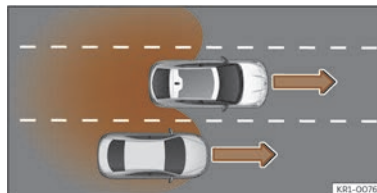

Abb. 137 Überholen auf der mittleren Spur und anschließender Wechsel auf die rechte Fahrbahn.
- Bei Überholung eines anderen Fahrzeugs >>> (**Abb. 137**) mit einer Geschwindigkeitsdifferenz von ca. 10 km/h (6 mph). Erfolgt die Überholung wesentlich schneller, erfolgt keine Anzeige.